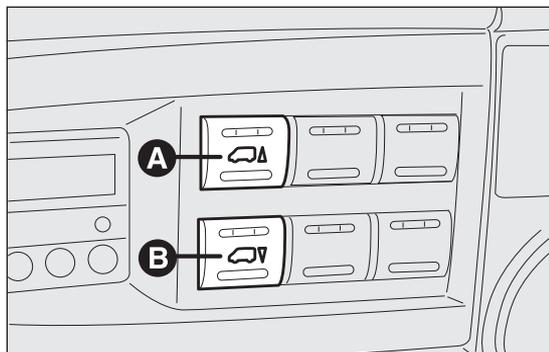

Abb. 170
- Bei den Versionen mit selbstregelnden pneumatische Aufhängungen müssen die Tasten A und B vor dem Anheben mit dem Wagenheber mindestens 5 Sekunden gleichzeitig gedrückt werden Abb. 170. Es wird die Betriebsart für das Anheben des Fahrzeugs aktiviert: Die LEDs der Tasten leuchten fest. Um diese Betriebsart zu verlassen, erneut die beiden Tasten A und B gleichzeitig weitere 5 Sekunden drücken. Die Kontrollleuchten an den Tasten erlöschen, und das System ist wieder funktionsfähig. Diese Betriebsart wird automatisch deaktiviert, sobald eine Fahrgeschwindigkeit von ca. 5 km/h überschritten wird.